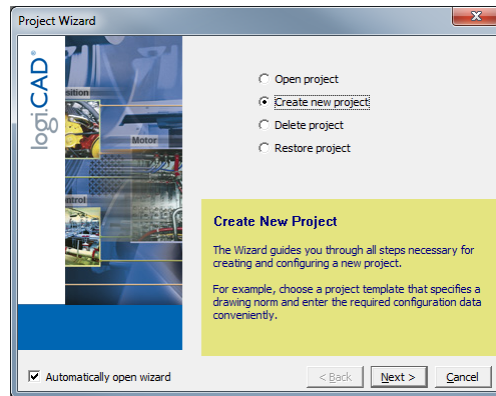

Abbildung 56: logiCAD Projekt-Wizard
2. Der Projekt-Wizard startet automatisch wie in Abbildung 56 gezeigt.